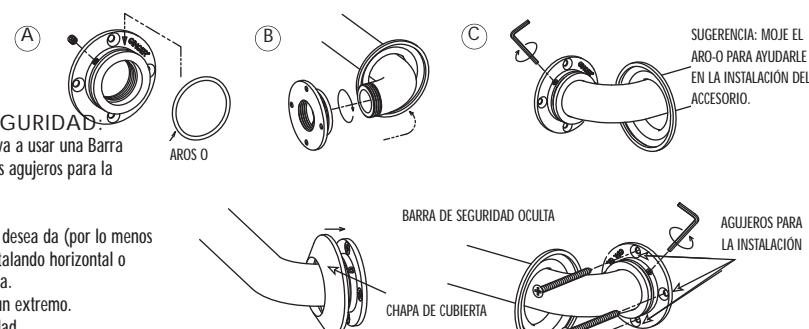
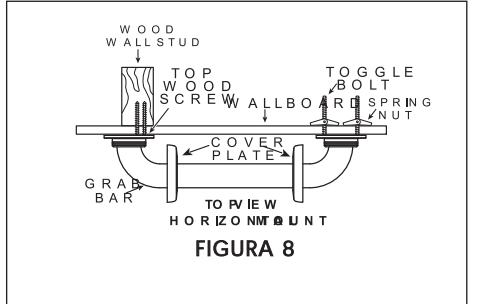

FIGURA 1
FIGURA 8
1. Retire la Barra de Seguridad y las piezas del paquete. Si va a usar una Barra para Agarrarse oculta, mueva las chapas de cubierta de los agujeros para la instalación (vea la figura 1)
7. Si está instalando una Barra de Seguridad oculta, mueva las chapas de cubierta sobre los agujeros para la instalación y oprima firmemente contra la pared (vea la Figura 1 en la Página 1)
3. En el extremo que se va a instalar en la viga de metal de la pared, use un taladro mecánico manual de 3/8 de pulgada una fresa de 5/8 pulgadas para perforar tres (3) agujeros donde está marcado. NOTA: Si va a instalar la Barra de Seguridad en losas de cerámica, requerirá una fresa con punta de carburo de 7/8 de pulgada para perforar en la losa y prevenir dañarla. Una vez que haya taladrado un agujero en la losa, use la fresa de 5/8 de pulgada para perforar a través del respaldo de soporte de la losa.
5. Introduzca un (1) TORNILLO DE MADERA en el extremo de la Barra de Seguridad que se instalará en la viga de madera de la pared. Atornille en la pared y en la viga de la pared (APRETANDO A MANO SOLAMENTE) (vea la Figura 8).
11. Si usa una Barra de Seguridad oculta, mueva las chapas de cubierta sobre los agujeros y firmemente presione contra la pared (vea la Figura 1 en la página 1).
7. Coloque el extremo de la Barra de Seguridad con los TORNILLOS DE FIJACIÓN adjuntos de manera que pueda oprimir las tuercas de resorte y los topes en los extremos de los TORNILLOS DE FIJACIÓN por los agujeros perforados. Las tuercas de resorte deben pasar totalmente por los agujeros en la pared. (vea la Figura 8).
8. Hale los TORNILLOS DE FIJACIÓN hacia usted y apriete con el dedo los TORNILLOS para ase gurarse que las tuercas de resorte se han abierto completamente contra el dorso de la pared y la viga de metal de la pared (vea la Figura 8). Si las tuercas de resorte no se han abierto completamente, afloje los tornillos y repita el Paso 8.
10. Repita el Paso 5 con los dos (2) TORNILLOS DE MADERA restantes introduciéndolos en la viga de madera de la pared.
13. Si usa una Barra de Seguridad oculta, mueva las chapas de cubierta sobre los agujeros y firmemente presione contra la pared (vea la Figura 1 en la página 1).